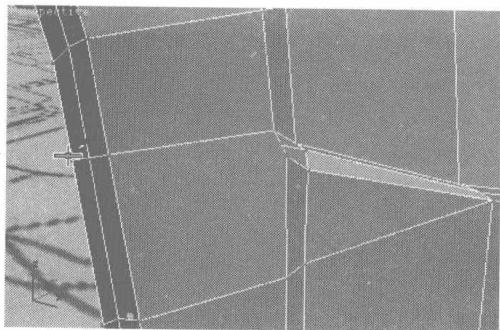
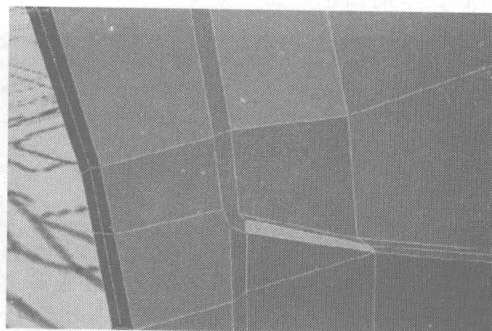

图 7.79
图 7.80
- 37** 单击右键，在弹出的快捷菜单中选择 Cut 命令，对照图 7.79 中的位置，切出细分曲线。单击右键，在弹出的快捷菜单中选择 Remove 命令，对照图 7.80 中的位置，移除多余的曲线和节点。